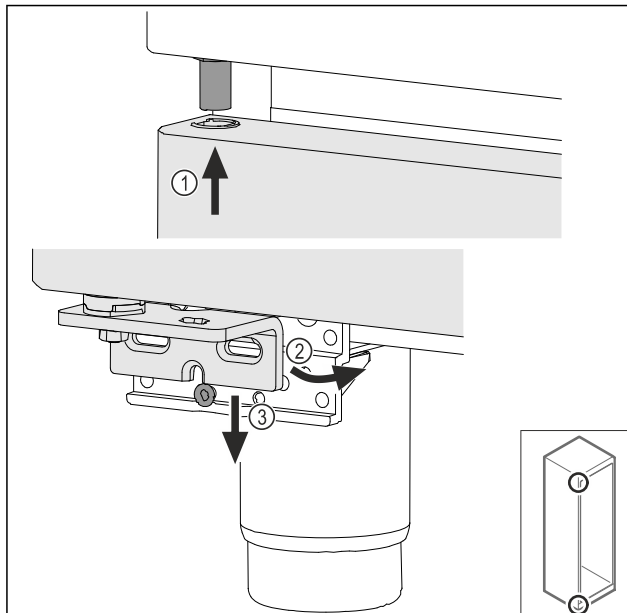

Fig. 74
- ▶ Наденете леко наклонената нагоре врата Fig. 74 (1), подредете вратата напред Fig. 74 (2) и я поставете отдолу върху винта на опорната стойка Fig. 74 (3).